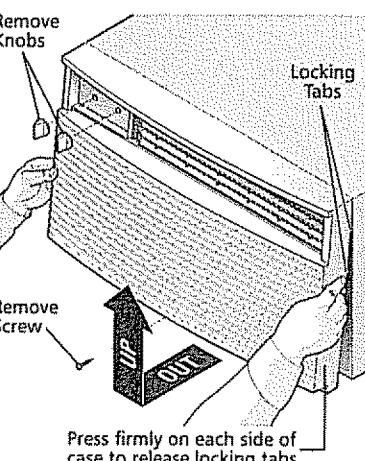
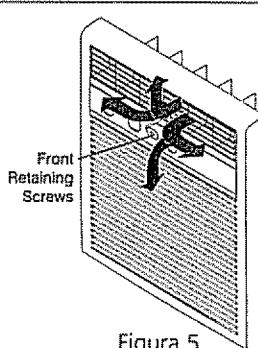

Figura 4
Figura 5
- 2 Quite las perillas jalando con firmeza y luego quite la carátula. Quite del frente el tornillo de retención delantero (vea la Figura 4 o 5 para ubicación del tornillo, el que se asemeje más a su modelo) En algunos modelos quite el filtro para dejar expuestos los (2) dos tornillos frontales de retención.
- 3 Presione firmemente a cada lado de la caja metálica cercana al frente, aproximadamente a mitad de camino para la Figura 4, o 2/3 partes del camino de la Figura 5 de la parte superior del frente
- 2 Coloque la tapa del frente decorativo sobre la brida superior de la caja y alinee las pestañas en el frente con las ranuras en la caja. En algunos modelos quite el filtro para exponer los dos (2) tornillos delanteros de retención.
- 4 Instale el tornillo delantero de retención (vea la Figura 4 o 5 para ubicación del tornillo, el que se asemeje más a su modelo)